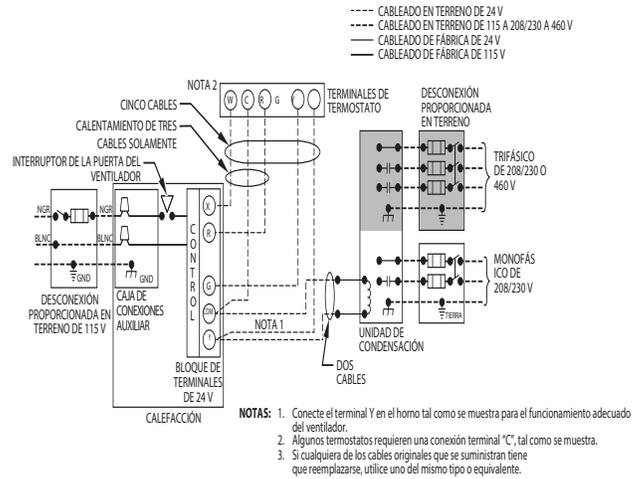

Fig. 24 – Diagrama de cableado para aplicaciones de calefacción y refrigeración con termostato de una etapa
Consulte Fig. 24 para ver un diagrama eléctrico en terreno que muestra un cableado en terreno de 115 V típico. Compruebe que todas las conexiones de fábrica y realizadas sobre el terreno estén bien apretadas.
13. Complete el cableado y la instalación de la caja eléctrica. Conecte los cables de tensión de línea (consulte la Fig. 24). Utilice las prácticas recomendadas (NEC en EE. UU. para bujes de cables, dispositivo antitorsión, etc.).
5. Conecte los cables de tensión de línea (consulte la **Fig. 24**).